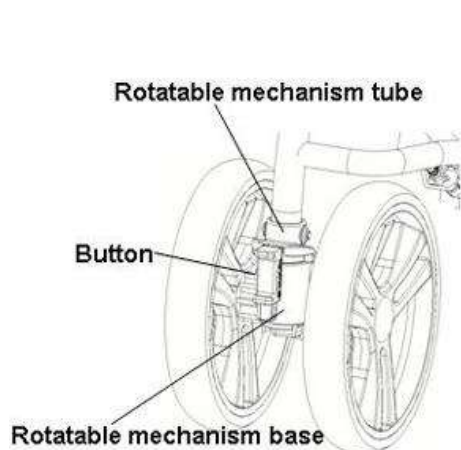

Figure 4
1. Wenn der Richtungsknopf nach oben gezogen und im festen Rohr arretiert ist, sind die Vorderräder blockiert, wie in Abbildung 4 dargestellt.